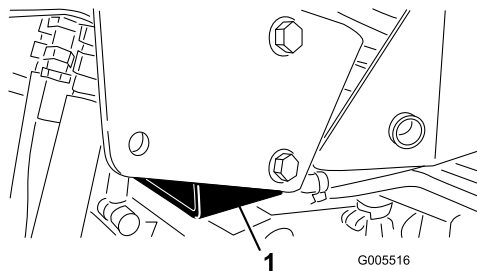

図 29
- 右側ジャッキパッド部分と、ROPS横転保護バーのサポートブラケットの近く 図 29